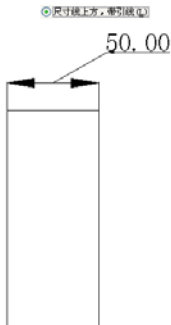

图 9.48 选择【尺寸线上方，带引线】单选按钮
- 【尺寸线上方，带引线】单选按钮：选中该单选按钮可以将文本放在尺寸的上方，并带上引线，如图 9.48 所示。